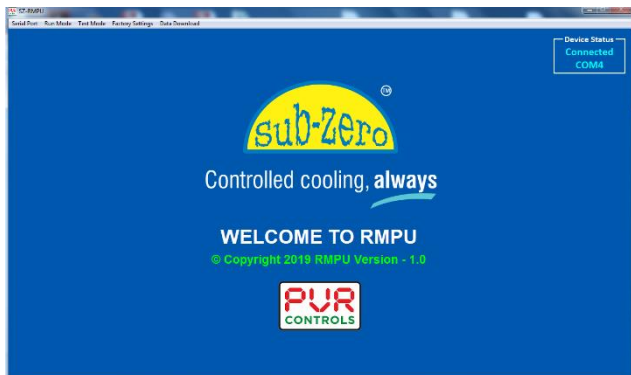

figure 3
- When the microprocessor controller is connected to the PC the serial port list gets updated as shown in figure 3. / जब माइक्रोप्रोसेसर नियंत्रक पीसी से जुड़ा होता है तो सीरियल पोर्ट सूची अपडेट हो जाती है जैसा कि figure 3 में दिखाया गया है।
- Microprocessor controller is successfully connected to PC and screen as shown in figure 3 appears. / माइक्रोप्रोसेसर नियंत्रक पीसी और स्क्रीन से सफलतापूर्वक जुड़ा हुआ है जैसा कि आकृति 3 में दिखाया गया है।